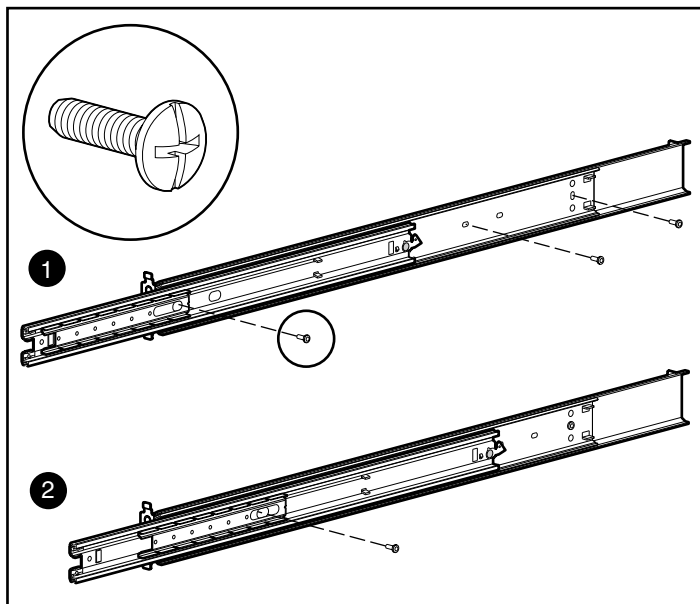

Figura 3-6: Fissaggio della guida della staffa alla staffa di montaggio
- a. La parte anteriore della staffa di montaggio presenta delle linguette di allineamento sulla flangia. Vedere la Figura 3-6.
6. Fissare la guida della staffa alla staffa di montaggio con tre viti Phillips 8-32 x 3/8 (non utilizzare dadi o rondelle con le viti). Vedere ❶ la Figura 3-6.
7. Regolare la guida di scorrimento interna in modo da accedere ai fori delle altre due viti, uno alla volta, attraverso la scanalatura della guida di scorrimento interna. Utilizzare altre due viti Phillips da 8-32 x 3/8 per fissare la guida della staffa alla staffa di montaggio. Vedere ❷ la figura 3-6. Per completare questa operazione, spingere la guida completamente all'interno per accedere al quinto foro (non visualizzato) e utilizzare una vite Phillips 8-32 x 3/8.
NOTA: La Figura 3-6 illustra l'inserimento delle viti nei fori appropriati della staffa di montaggio. Le viti vanno allineate ai contrassegni da 24 pollici presenti lungo uno dei bordi della staffa di montaggio. Tali contrassegni identificano i fori di montaggio per le guide da 24 pollici utilizzate nei rack Compaq. Lungo l'altro bordo sono invece presenti i contrassegni da 22 pollici.